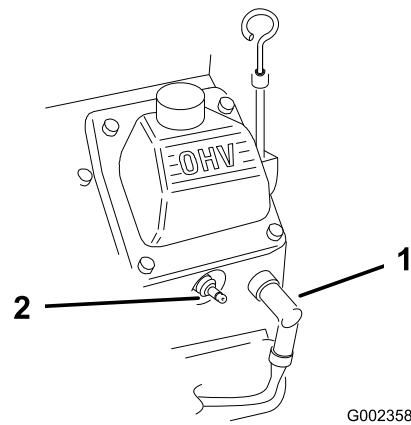

Figura 20
2. Desconecte los cables de las bujías (Figura 20).